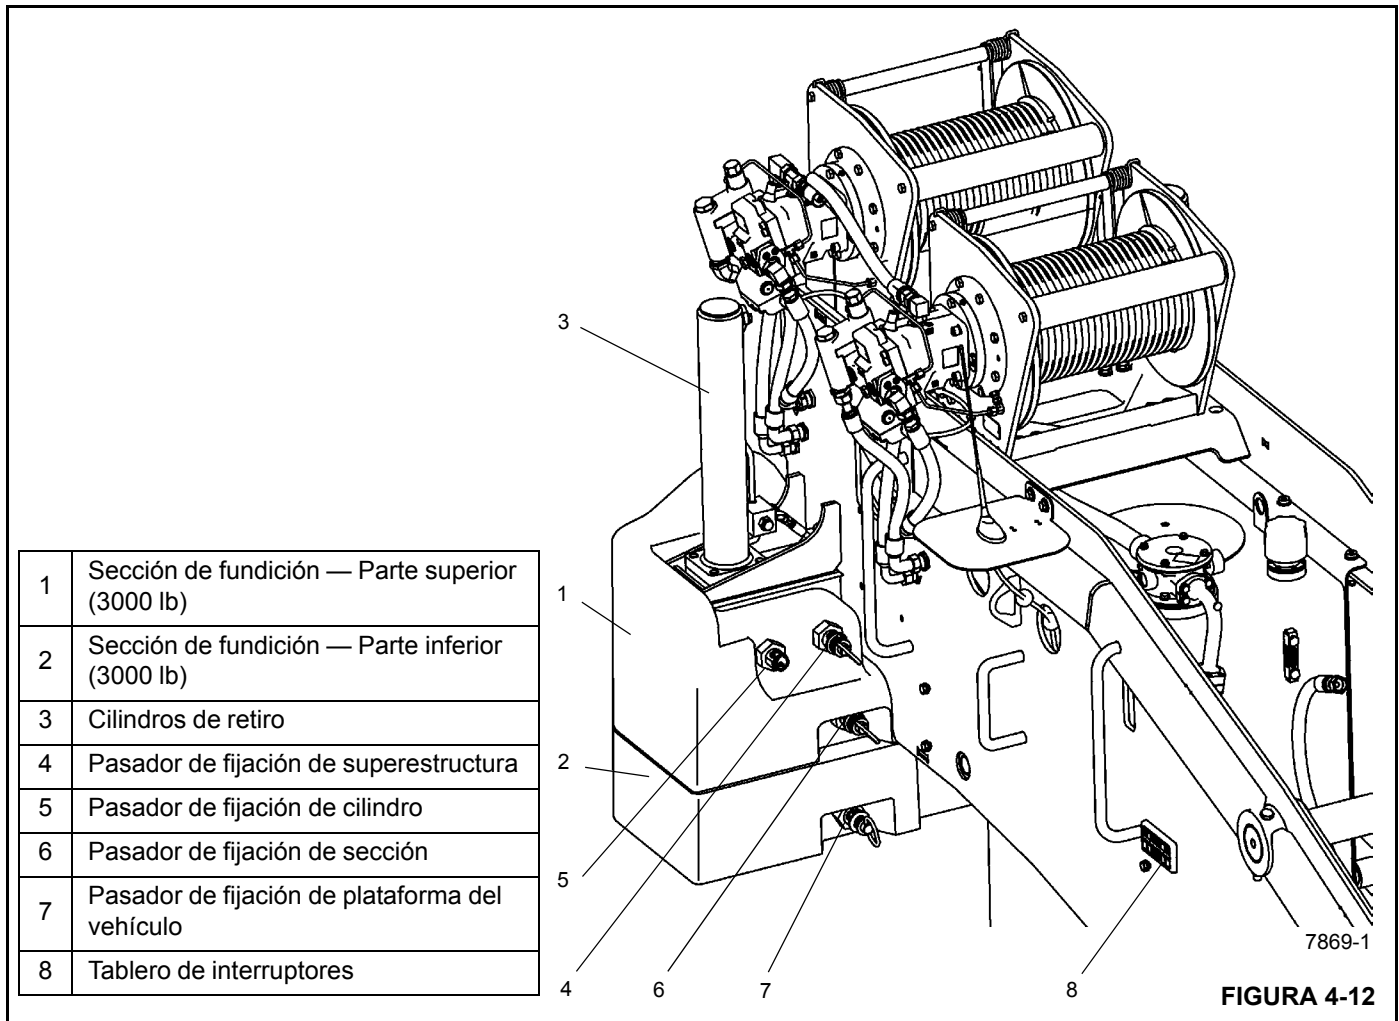

FIGURA 4-12
Consulte la Figura 4-12 para una ilustración de los componentes que conforman el contrapeso retirable.
5. Retraiga los pasadores izquierdo y derecho (5, Figura 4-12) de la parte superior del contrapeso retirable.
6. Retire los pasadores izquierdo y derecho (4, Figura 4-12) de la parte superior del contrapeso retirable.
7. Retire los pasadores izquierdo y derecho (7, Figura 4-12) que aseguran el contrapeso a la plataforma del vehículo.
Si la grúa está equipada con secciones superior e inferior de contrapeso (1, 2, Figura 4-12) y sólo se cargará la sección superior, solamente quite los pasadores izquierdo y derecho (6, Figura 4-12) que fijan las secciones superior e inferior juntas; no quite los pasadores (7, Figura 4-12) que aseguran el contrapeso inferior a la plataforma del vehículo.
9. Conecte el contrapeso retirable a los cilindros utilizando los pasadores (5, Figura 4-12).
11. Asegure el contrapeso retirable a los lados izquierdo y derecho de la superestructura utilizando los pasadores (4, Figura 4-12).
6. Quite los pasadores (4, Figura 4-12) que fijan el contrapeso retirable a la superestructura.
8. Asegure el contrapeso a la plataforma del vehículo con pasadores (7, Figura 4-12).
Si la superestructura de la grúa está cargada con la sección de contrapeso superior solamente y la sección de contrapeso inferior está almacenada en la plataforma del vehículo, asegure la sección superior a la sección inferior con pasadores (6, Figura 4-12).
9. Quite los pasadores (5, Figura 4-12) que fijan el contrapeso retirable a los cilindros.